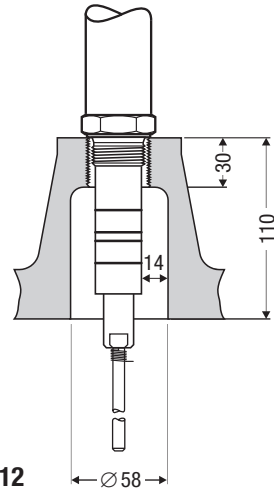

Fig. 12
- Bij inbouw van de niveauelektrode **NRG 111-51** in een flenssok DN 50 alleen de GESTRA kapflens gebruiken! **Fig 12.**
- Houd bij de toepassing van de niveauelektrode **NRG 111-51** de grenswaarden voor de pH-waarde (10) en voor de elektrische geleidbaarheid (100 µS/cm bij 25 °C) aan.